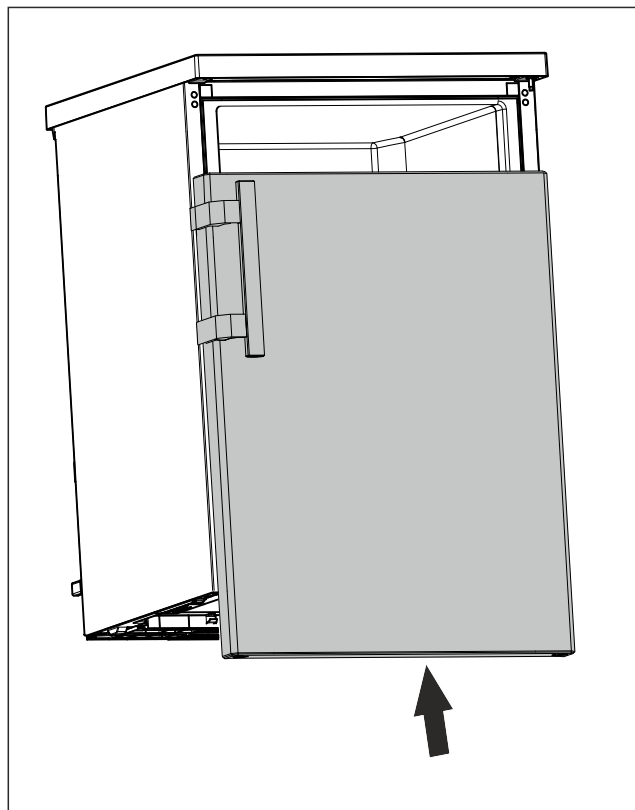

Fig. 22
- Schuif de deur op de bovenste grendel wanneer deze gesloten is. (zie Fig. 22)